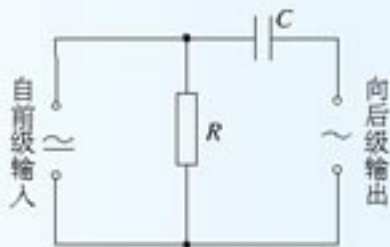

图 5.3-7 耦合电容
- 在电子技术中，声音、图像等信号都要变成交变电流来处理。微弱的信号电流往往需要经过几级放大。在某级放大之后，要把信号送到下一级，但两级的直流工作状态不能相互影响。这时可以在两级之间接入图 5.3-7 所示的电路，图中的电容称为耦合电容。说一说，这个电路怎样起到了“隔直流、通交流”的作用。